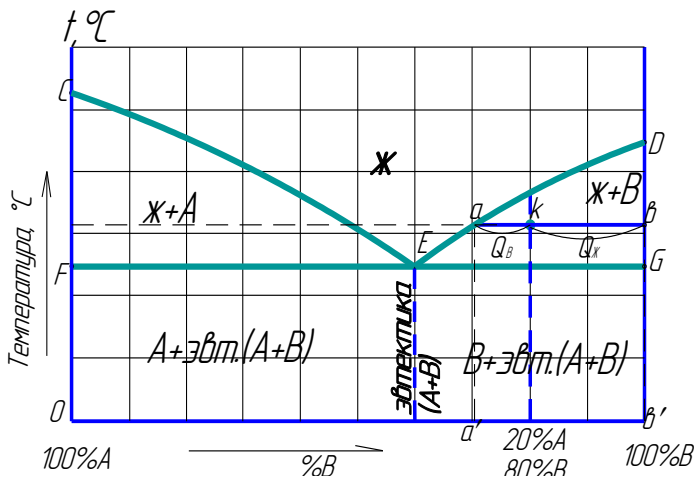

Рис.11. Применение правила отрезков
*Проведем анализ диаграммы (рис. 11).*
*Определим состав фаз в точке k (рис.11):*
Для определения количества фаз сплавов А – В, содержащего 80% компонента В, при заданной температуре, необходимо провести перпендикуляр из точки  $k$  на ось концентрации, и коноду (горизонтальную линию), соответствующую заданной температуре (рис. 11).
Определим количество фаз в точке  $k$  (рис. 11):